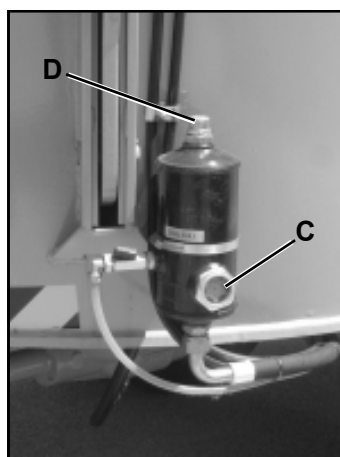

FIG. 7
- Het olieniveau in het transmissie reduceerelement controleren (**Fig. 7 - 7A Part. C**).